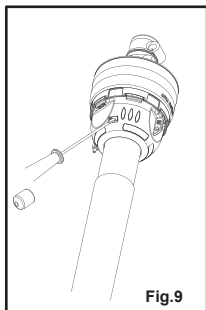
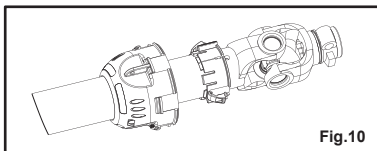
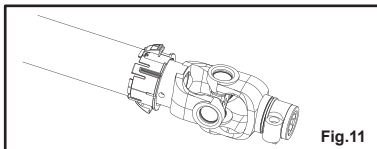
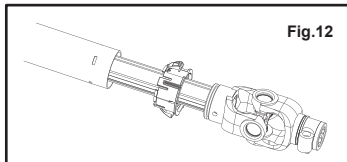

Fig. 9
Fig. 10
Fig. 11
Fig. 12
- 1) Smontare le parti della protezione danneggiati seguendo le istruzioni riportate a pag. 52, fig. 9, 10, 11, 12, 12a.
- 1) Démonter les parties détériorées de la protection en suivant les instructions fournies à la page 52, fig. 9, 10, 11, 12, 12a.
- 1) Remove damaged components following the instructions provided on page 52, Fig. 9, 10, 11, 12, 12a.
- 1) Die beschädigten Teile der Schutzvorrichtung abmontieren, wobei die Anweisungen auf S. 52, Abb. 9, 10, 11, 12, 12a zu befolgen sind.
- 1) Zdemontuj uszkodzone elementy zgodnie z poleceniami ze strony 52, Rys. 9, 10, 11, 12, 12a.
- 1) Desmontar las partes dañadas de la protección siguiendo las instrucciones de la pág. 52, Fig. 9, 10, 11, 12, 12a.
- 1) remova as partes danificadas da protecção de acordo com as instruções indicadas na pág. 52, Figs. 9, 10, 11, 12, 12a.
- 1) Demonteer de beschadigde delen van de bescherming door de instructies op blz. 52, Fig. 9, 10, 11, 12, 12a te volgen.
- 1) Fjern afskærmningens beskadigede dele ved at følge anvisningerne på s. 52 (fig. 9, 10, 11, 12 og 12a).
- 1) Demontera de skadade delarna på skyddet enligt anvisningarna på sid. 52 (fig. 9, 10, 11, 12 och 12a).
- 1) Demonter skjermens skadete deler ved å følge instruksjonen på side 52 (fig. 9, 10, 11, 12 og 12a).
- 1) Удалите поврежденные части защиты в соответствии с инструкциями на странице 52, рис. 9, 10, 11, 12, 12a.
- 1) Con un cacciavite, premete sulle 2 alette di bloccaggio della ghiera (Fig. 9).
- 2) Fate scorrere la cuffia per alcuni centimetri nella direzione indicata senza danneggiare l'adesivo riportante le raccomandazioni di sicurezza (Fig. 10).
- 3) Allargate la ghiera e sganciatela contemporaneamente sia dal tubo sia dalla ganascia interna della trasmissione, come indicato nella Fig. 11 e nella Fig. 12.
- 1) AVEC UN TURNEVIS, appuyer simultanément sur les 2 ailettes de la bague (Fig. 9),
- 2) Faire coulisser le bol sur quelques centimètres dans la direction indiquée sans abîmer l'étiquette adhésive comportant les avertissements de sécurité (Fig. 10),
- 3) Elargir la bague et la détacher simultanément du tube et de la mâchoire interne de la transmission de la manière indiquée sur les figures Fig. 11 et Fig. 12,
- 1) Using the special wrench, press down simultaneously on the 4 fixing tongues of the ring nut (Fig. 9).
- 2) Slide the cowling a few centimetres in the direction shown, taking care not to damage the adhesive label containing safety information (Fig. 10).
- 3) Open the ring nut and detach it simultaneously from both the pipe and the inner gear, as shown in Fig. 11 and Fig. 12.
- 1) Mit dem Schlüssel gleichzeitig die 4 Sperrflügel der Nutmutter drücken (Abb. 9).
- 2) Den Kasten einige Zentimeter weit in die angezeigte Richtung verschieben, ohne dabei den Aufkleber mit den Sicherheitshinweisen zu beschädigen (Abb. 10).
- 3) Die Nutmutter lockern und gleichzeitig aus Rohr und Innenbocke des Antriebs auslösen, wie in Abb. 11 und 12 gezeigt wird.
- 4) Den Kasten herausziehen, wie die Abb. 12 a zeigt.
- 1) Za pomocą specjalnego klucza, nacisnąć w dół jednocześnie na 4 języki mocowania nakrętki pierścieniowej (rys. 9). 2) Przesunąć osłonę jak pokazano na rysunku. Uważaj aby nie uszkodzić naklejki zawierającej informacje dotyczące bezpieczeństwa (rys. 10). 3) Otwórz nakrętkę i zdejmij ją równocześnie z osłoną rury, jak pokazano na rysunku (rys. 11 i 12). 4) Zdejmij osłonę, jak pokazano na rysunku 12a. 5) Powtórz te same czynności na drugiej stronie wału.
- 1) Con la llave correspondiente, hacer presión simultáneamente sobre las cuatro aletas de bloqueo de la abrazadera (Fig. 9).
- 2) Hacer desplazar el casco unos centímetros en la dirección indicada sin dañar el adhesivo de las advertencias de seguridad (Fig. 10).
- 3) Ensanchar la abrazadera y desengancharla simultáneamente del tubo y de la tenaza interna de la transmisión, como indican la Fig. 11 y la Fig. 12.
- 1) mediante a chave fornecida, prima simultaneamente nas 4 alhetas de bloqueio da virola (Fig. 9).